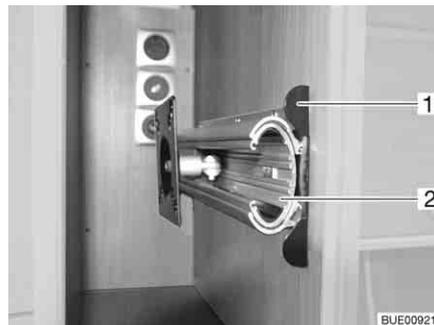

Bild 105 Halterung im TV-Schrank
- Entriegelungsleiste (Bild 105,1) hineindrücken.
- Auszug (Bild 105,2) bis zum Anschlag herausziehen.
- Auszug (Bild 105,2) einschieben, bis die Entriegelungsleiste (Bild 105,1) einrastet.